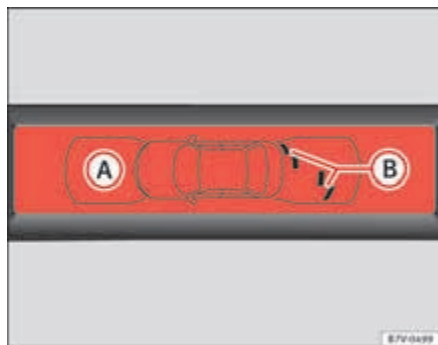

Fig. 142 Indicación del OPS en pantalla: (A) se ha detectado un obstáculo en el segmento. (B) zona registrada delante del vehículo.
La zona en la que se reconocen obstáculos se extiende frente al vehículo hasta una distancia de unos 120 cm y hacia el lado hasta 60 cm ⇒ fig. 142 (B). Detrás del vehículo, la zona analizada alcanza hasta una distancia de 160 cm y unos 60 cm hacia los lados ⇒ fig. 141 (C).
El gráfico mostrado representa las zonas supervisadas en varios segmentos. A medida que el vehículo se acerca a un obstáculo, más se acerca el segmento al vehículo representado ⇒ fig. 141 (B) y ⇒ fig. 142 (A). A más tardar, cuando se muestra el penúltimo segmento, se ha llegado a la zona de colisión. ¡Deténgase!